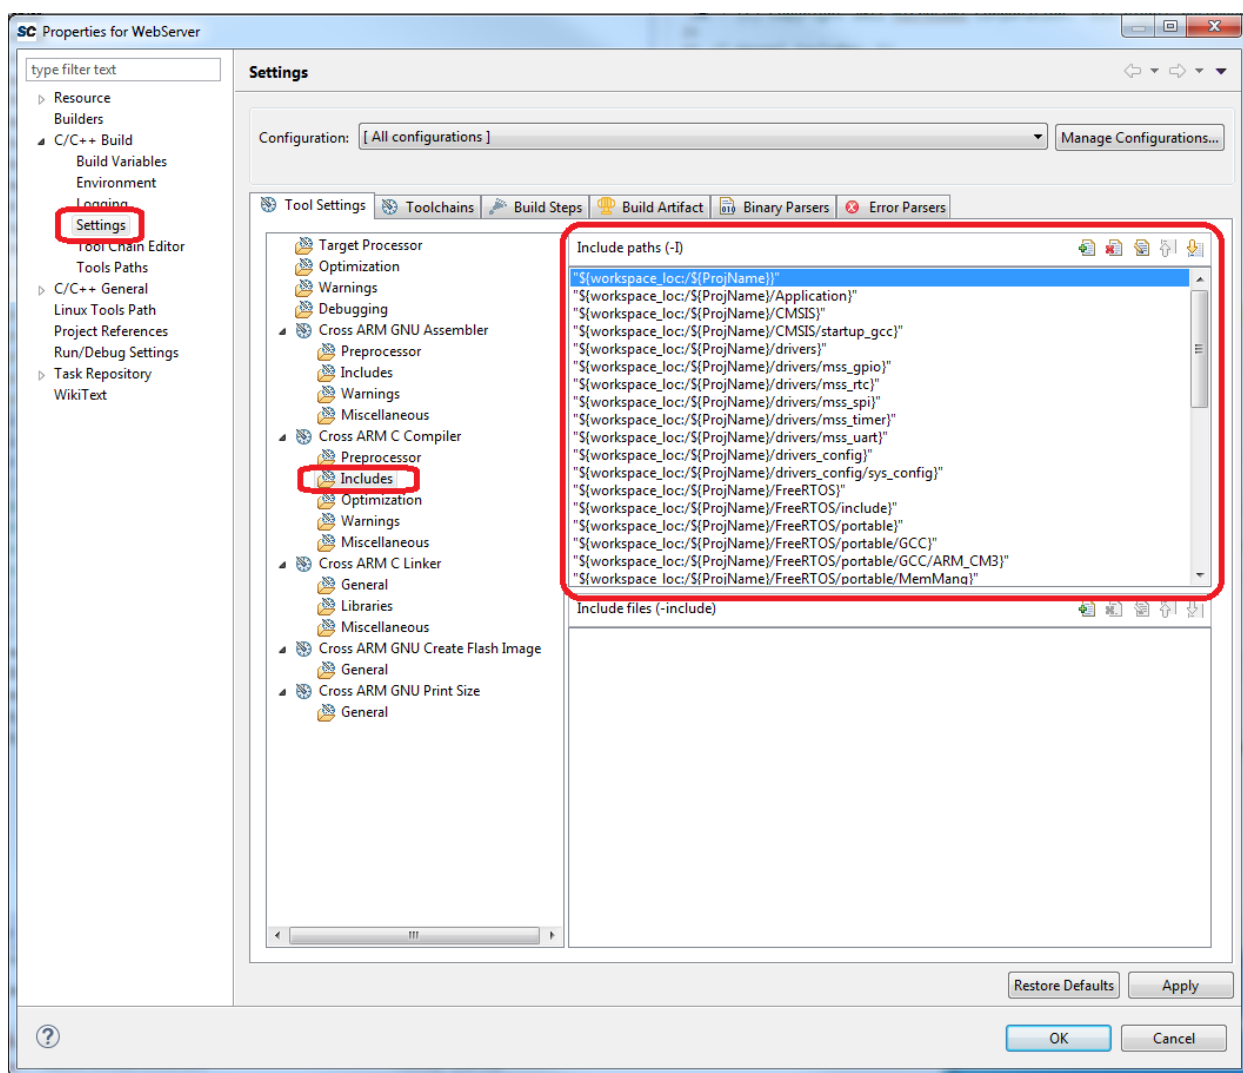
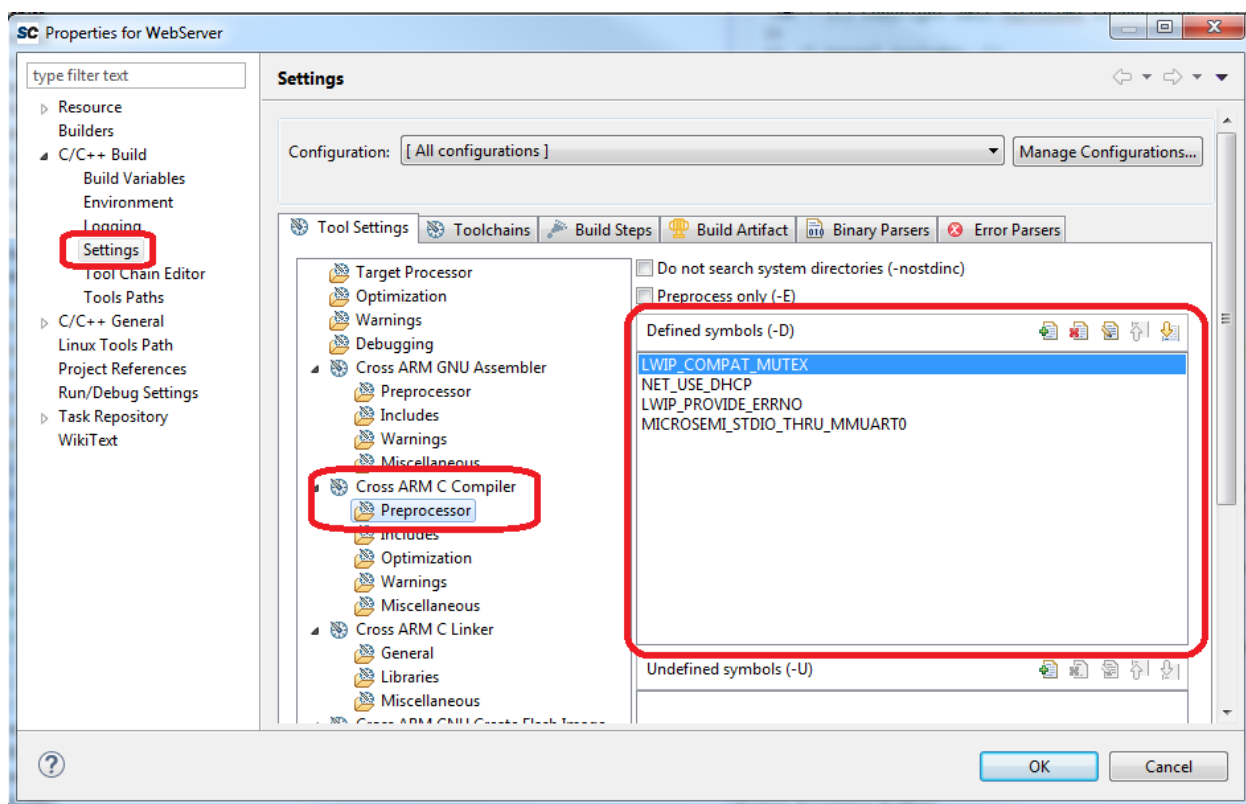

Рис. 35.
Рис. 36.
Для успешной сборки исполняемого файла ВПО расположение добавленных каталогов ../Application, ../FreeRTOS, ../lwip-1.4.1 со всеми вложенными каталогами нужно указать в параметрах Include paths компилятора (рис. 35) и установить ряд директив препроцессора (рис. 36).
- 3) В проект ВПО, в код страницы, на которой будет отображаться рисунок добавить оператор для вывода изображения на экран (рис. 35).